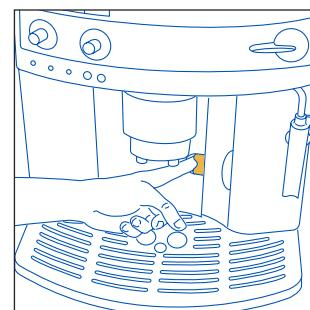
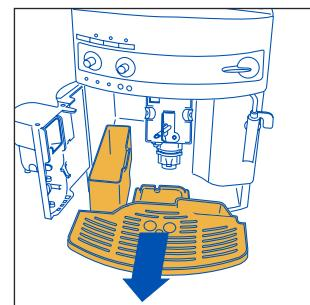

Рис. 15
Рис. 16
ПРИМЕЧАНИЕ 6: кофеварка подсчитывает количество чашек воды, которые были приготовлены. Каждые 14 чашек загорается индикатор ☰, предупреждая, что кассета для кофейной гущи заполнена и ее необходимо вытряхнуть и прочистить. До очистки кассеты для гущи лампа остается горящей, а кофеварка больше не готовит кофе. Для того, чтобы произвести очистку, откройте дверцу для обслуживания, расположенную в нижней части (потянув за специальную ручку, рис. 15), извлеките ванночку для сбора воды, рис. 16, и очистите ее. Тщательно очистите кассету для кофейной гущи, удалив все остатки которые могут находиться на дне. **ОБРАТИТЕ ВНИМАНИЕ:** когда извлекается ванночка для сбора воды, **НЕОБХОДИМО ОБЯЗАТЕЛЬНО** чистить кассету для гущи, даже если она не заполнена. Если эта операция не выполняется, может случиться, что когда будут готовиться последующие порции кофе, кассета переполнится и кофеварка засорится кофе.
- откройте дверцу для обслуживания, рис. 15;
- извлеките ванночку для сбора воды и кассету для гущи, рис. 16 и промойте их;